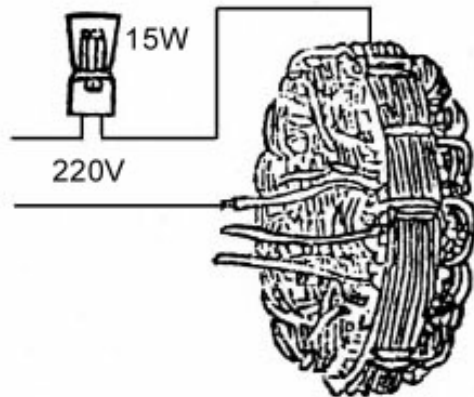

Fig. 6-34 Circuito de prueba con aislamiento de la bobina del estator
⑥ Compruebe el estator. Compruebe el aislamiento entre el anillo deslizante anillo, la mordaza y el núcleo de hierro con 220 V de tensión alterna (véase la fig. 6-34). Se debe conectar una bombilla en serie en el circuito. Si la bombilla se ilumina en rojo y con intensidad, significa que el aislamiento está roto y es necesario desmontarlo y repararlo.
⑦ Mantenimiento de los cojinetes. Lave los cojinetes